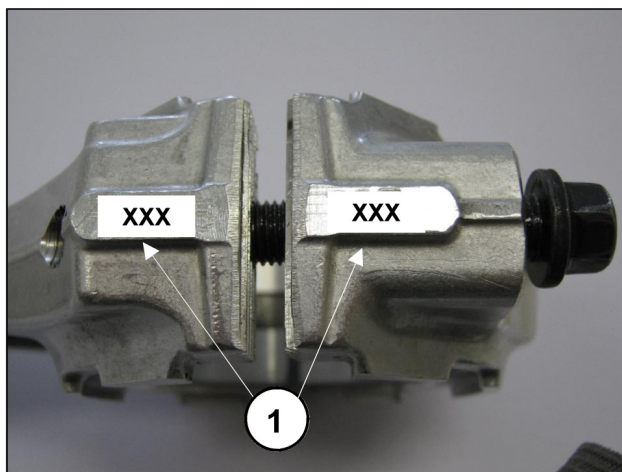

Fig. 9
- Accoppiare i cappelli biella ai relativi fusti facendo riferimento alla numerazione (Fig. 9, pos. ①).